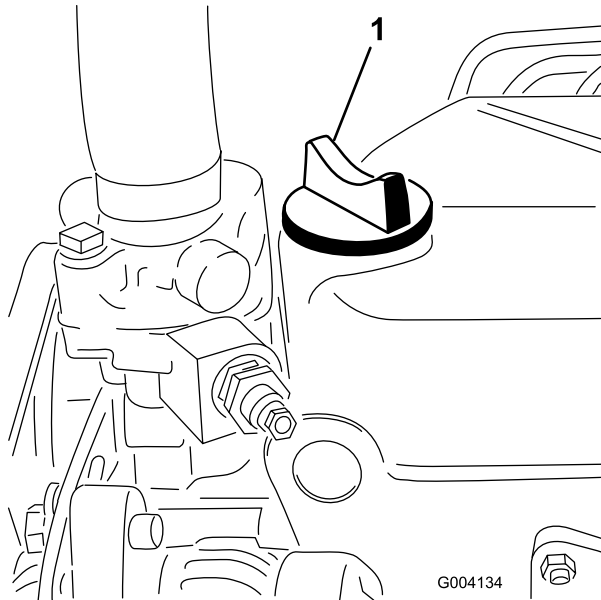

Bild 17
5. Wenn der Ölstand unter der VOLL-Markierung liegt, nehmen Sie den Fülldeckel ab (Bild 17) und gießen Sie genug Öl ein, um den Ölstand bis zur VOLL-Markierung anzuheben.